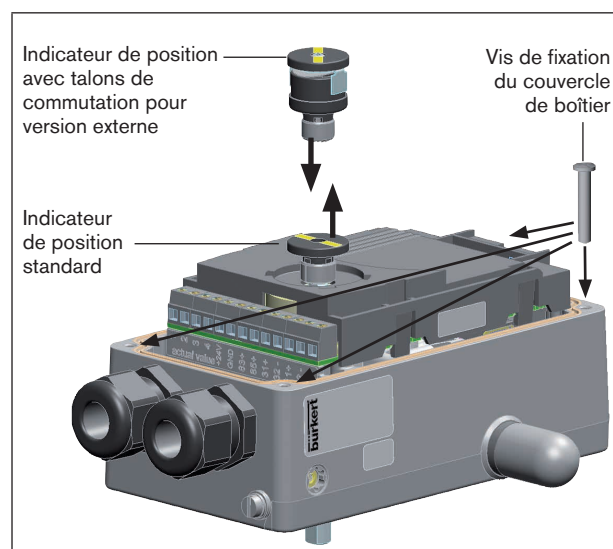

Fig. 1 : Remplacer l'indicateur de position
- Retirer l'indicateur de position standard de la broche (voir « Fig. 1 »).
- Faire glisser l'indicateur de position avec les talons de commutation pour l'indicateur externe de position sur la broche jusqu'en butée (voir « Fig. 1 »).